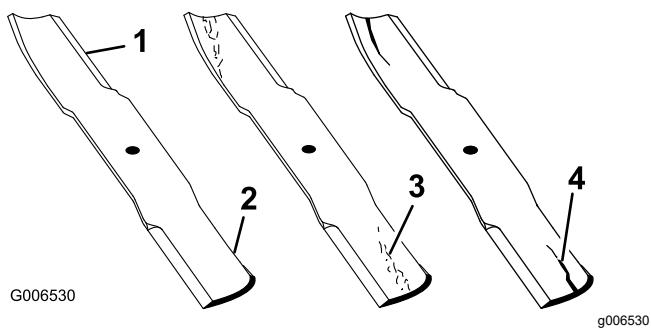

Figura 71
1. Ispécione as extremidades de corte (Figura 71).
4. Se verificar quaisquer fissuras, desgaste, ou a formação de ranhuras nesta área instale imediatamente uma lâmina nova (Figura 71).